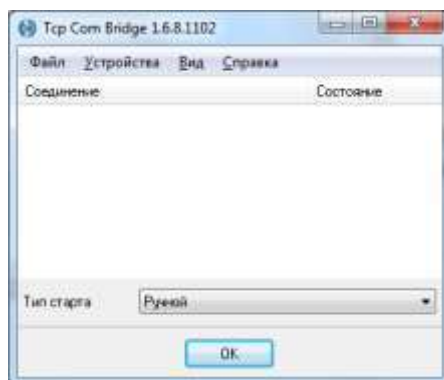

Рисунок 20 – Окно программы «TCP COM Bridge»
3.5.13.11 Окно программы «**TCP COM Bridge**» выглядит следующим образом (рисунок 20).